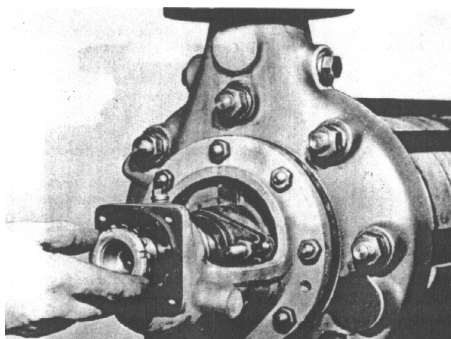

Fig. 13
- Montar en el Eje el Manguito de Traba, la Tuerca del Rodamiento, la Chapa de Seguridad y el Anillo Interno del Rodamiento. (Ver fig. 13)